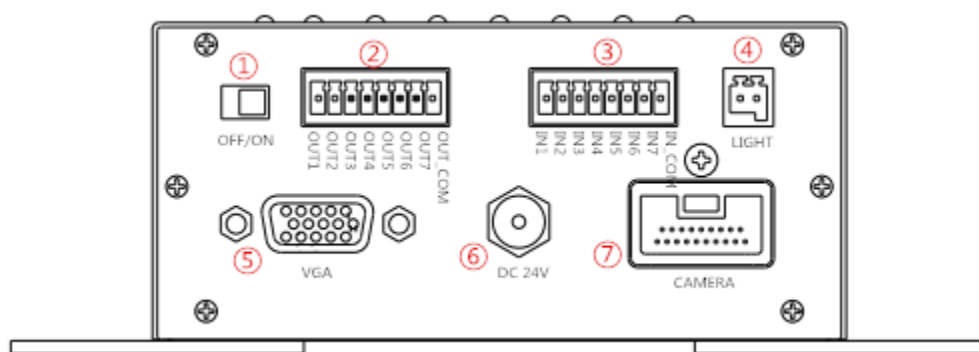
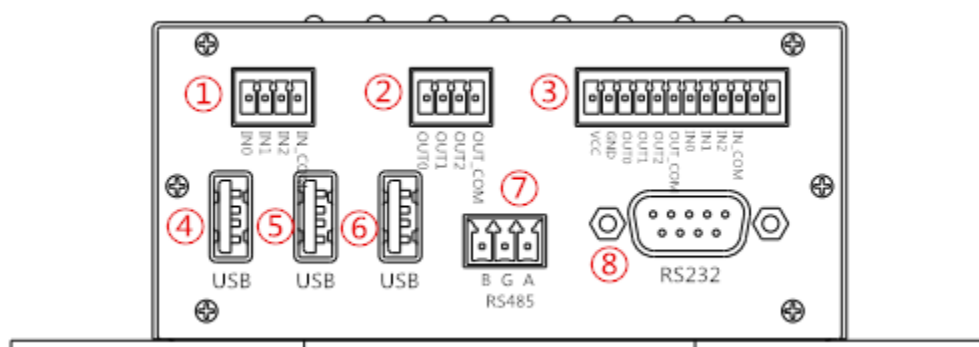

图6-2 扩展接口板正面
图6-3 扩展接口板反面
扩展接口板，包含 1 个 VGA 扩展接口、3 个 USB2.0 接口、1 个 232 串口、1 个 485 串口、一个光源控制口、3 进 3 出 IO 口及相关预留接口，如图 6-2、图 6-3 所示。
当前扩展接口板仅支持 3 进 3 出 IO 使用，具体指图 6-3 的①②③接口，接线请按照如下说明。